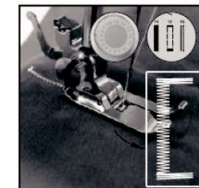

Abb.17
- 4) Wählen Sie den ¹⁵-Stich, schalten Sie dann den Schalter ein und nähen Sie 5-6 Stiche mit niedriger Geschwindigkeit, dann schalten Sie den off-Schalter ein (Abb.17).